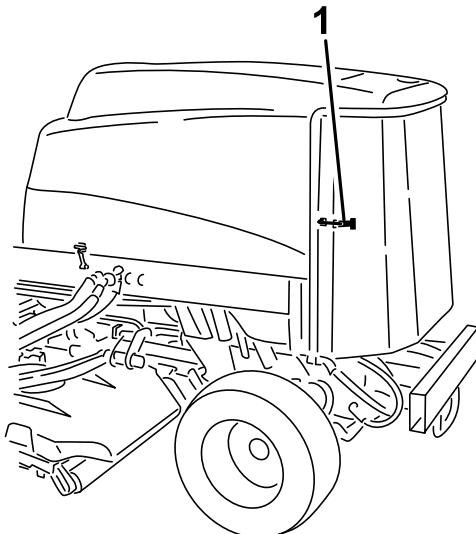

Figura 112
2. Sbloccate la griglia posteriore ed apritela (**Figura 112**).